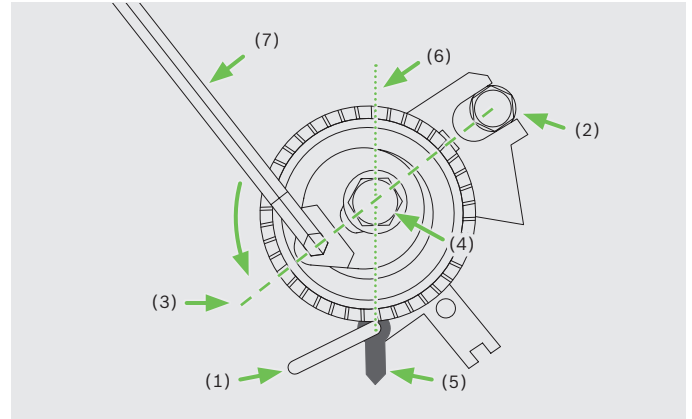

Bild 1
- ▶ Fixierstift (1) entfernen
- ▶ Spannrolle gegen den Uhrzeigersinn drehen, bis sich der Zeiger (5) auf der punktierten Linie (6) befindet (Bild 1)